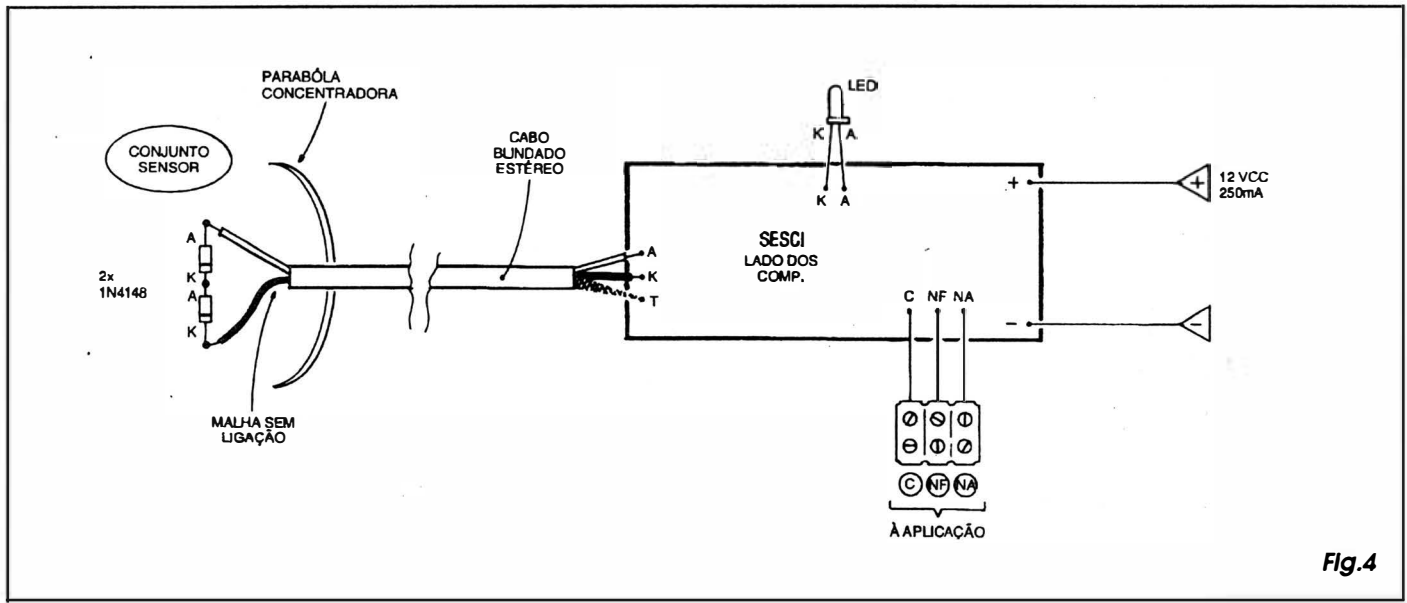

Fig.4
- **FIG. 4 - CONEXÕES EXTERNAS À PLACA** - Ainda a face não cobreada do impresso, mas agora apresentando apenas as conexões externas, que também merecem atenção e cuidados por parte do montador... Observar primeiramente a polaridade da alimentação, aos pontos (+) e (-) da placa... Se for possível, recomenda-se o uso de cabagem codificada nas cores convencionais: **vermelho** para o **positivo** e **preto** para o **negativo**... Cuidado também com a correta identificação dos terminais do LED indicador, levando seu **catodo** e seu **anodo** respectivamente aos